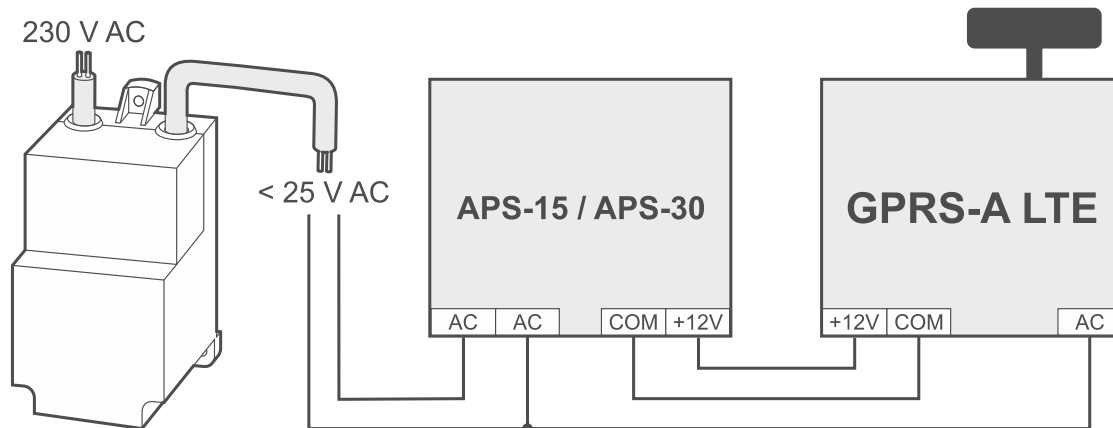

Рис. 7. Пример подключения питания и контроля наличия переменного напряжения, если модуль запитан от блока питания APS-15 / APS-30 компании SATEL.
2. Если модуль запитан от блока питания APS-15 или APS-30 компании SATEL, к клемме входа AC можно подключить провод вторичной обмотки трансформатора, который подаст переменное напряжение на блок питания (рис. 7). Это позволит модулю GPRS-A LTE контролировать наличие переменного напряжения.